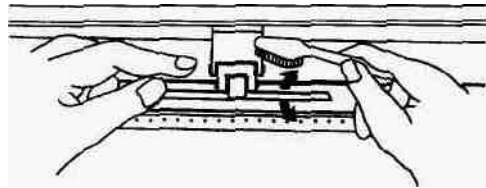

Рис. 4-1
- Пыль с поверхности вала с насечками уберите щетинистой щеткой (можно использовать зубную щетку). Вращайте вал вручную, чтобы очистить всю его поверхность (рис. 4-1)